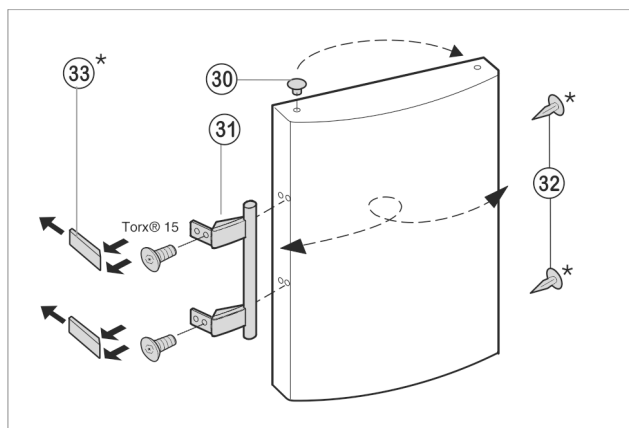

Fig. 8
- Wyciągnąć wkładkę Fig. 8 (30) z zawiasu drzwi i przełożyć na drugą stronę.
- Zdemontować uchwyt drzwi Fig. 8 (31), zatyczki Fig. 8 (32) oraz płytki dociskowe Fig. 8 (33) i przełożyć je na przeciwną stronę.